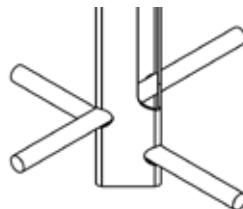

Abbildung 3: Montage an Montagesäule
1. Bringen Sie die Stützstäbe in den dafür vorgesehenen Löchern an der Unterseite der Säule an. Siehe Abbildung 3. Sie bilden zusammen die Bodenverankerung.